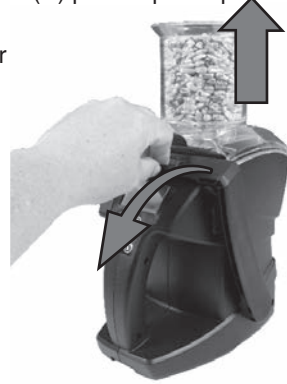

Figura 3. Extensión del Brazo Nivelador hacia delante. Elevar el tazón
3. Rellene el Tazón – Rellene el tazón hasta el borde con grano a probar (Procure jalar hacia dentro el deslizador del tazón (H) para impedir que el grano caiga antes de tiempo).
4. Cuando se le solicite, Vierta – Jale el deslizador del tazón (H). Esto hará caer de manera pareja el grano en la celda de prueba (A).
5. Cuando se le solicite, retire el Tazón de Grano (G) – Cuando la celda de prueba esté llena, jale el deslizador del tazón (H) de vuelta para cerrar el orificio de vertido. Jale el brazo nivelador (I) hacia la pantalla y eleve el Tazón (G) para sacarlo (Figura 3.). Póngalo de costado en un lugar seguro desde donde no se caiga.
6. Empareje el Grano – Cuando se le solicite, empuje el brazo nivelador de grano (I) lentamente hacia la parte posterior de la unidad de manera de sacar fuera de la celda de prueba el exceso de grano. Con ciertos granos es posible que al principio no pueda hacer esto de un solo movimiento; en esos casos, empuje hacia atrás el brazo nivelador (I) hasta la mitad de su posición y luego vuelva a empujarlo hasta la parte posterior de la celda de prueba para nivelar el grano. Jale el brazo nivelador de regreso hacia la pantalla. Mire el cepillo del brazo nivelador y asegúrese de que no está tocando la celda de prueba ni que el peso de la prueba de grano está siendo afectado. Una vez que retorne el brazo nivelador (hacia la pantalla) retire sus manos del probador (si lo tiene puesto sobre una superficie plana) y éste comenzará automáticamente a hacer la medición. Debe retirar sus manos y mantener la estabilidad porque el peso de prueba es la primera parte de la medición.